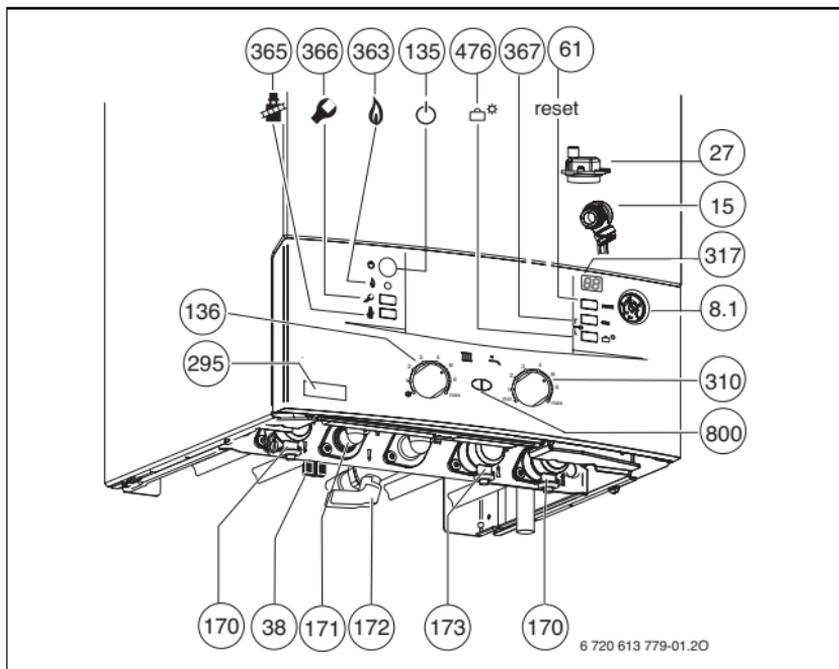

Fig. 2 N GVA, N GLA... con placca rubinetteria DOS GA 5/18
**Mégalis (N GLA, N GVA):** il rubinetto di riempimento (per l'impianto di riscaldamento) si trova nella parte inferiore dell'apparecchio (Pos. 38, fig. 2).
- ▶ Con l'impianto alla temperatura massima di mandata, la **pressione non dovrà mai superare i 3 bar**; qualora ciò avvenisse la valvola di sicurezza (15) scaricherebbe acqua dal tubo.